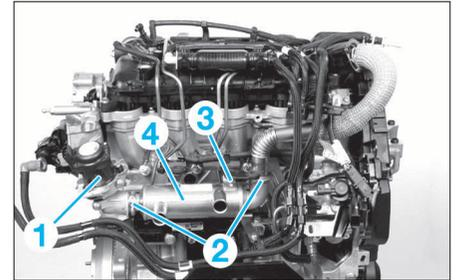

FIG. 48
- la vanne EGR (1) (Fig.48).
- les colliers (2) et la fixation (3) de l'échangeur EGR.